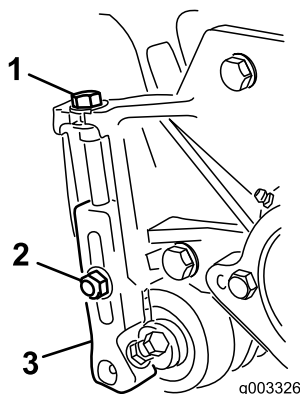

Рисунок 16
1. Ослабьте контргайки, которые крепят кронштейны высоты скашивания к боковым пластинам режущего блока (Рисунок 16).